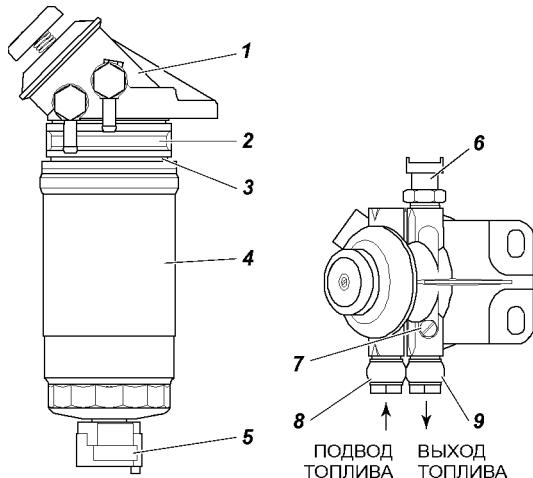

Рис. 9.17. Фильтр тонкой очистки топлива с подкачивающим насосом:
Фильтр тонкой очистки топлива с ручным подкачивающим насосом и датчиком наличия воды в топливе(BOSCH, A 450 085 725) показан на рис. 9.17.
1. Отвернуть корпус с фильтрующим элементом 4 (см. рис. 9.17).
2. Ослабить пробку 7 (рис. 9.17)выпуска воздуха на фильтре тонкой очистки топлива (ФТОТ). При помощи ручного подкачивающего насоса 1 на ФТОТ произвести заполнение магистрали до исчезновения пузырьков воздуха в топливе, выходящем из-под пробки для выпуска воздуха;